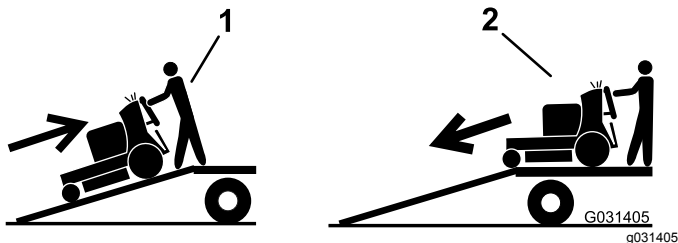

Figura 31
5. Suba la máquina por la rampa en marcha atrás (Figura 31).